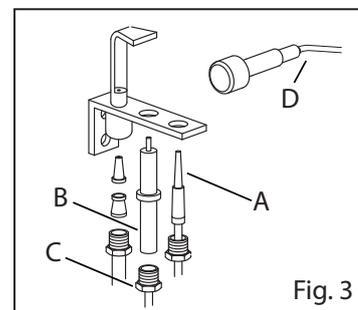

Fig. 3
- Svitare la termocoppia dal pilota (Fig. 3/A)
- Staccare il cavo d'alta tensione della candeletta (Fig. 3/B)
- Svitare il dado (Fig. 3/C)
- Collegare il cavo d'alta tensione (Fig. 3/B)
- Staccare il cavo dall'accenditore piezoelettrico (Fig. 3/D)